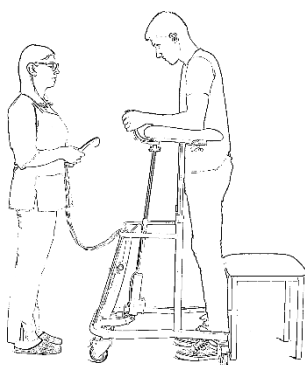

Fig. 3
- 7 Assistere/aiutare il paziente ad alzarsi premendo il pulsante freccia su sul telecomando (vedere la Fig. 3).